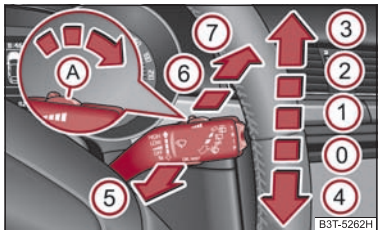

Fig. 64 Maneta de acționare a ștergătoarelor de parbriz
Maneta de acționare a ștergătoarelor ⇒ fig. 64 are următoarele poziții:
- Când ștergătoarele funcționează încet ② ⇒ pagina 71, fig. 64 sau rapid ③ și viteza de deplasare a autovehiculului se reduce sub 4 km/h, se va comuta automat pe o treaptă imediat inferioară de ștergere. La creșterea vitezei peste 8 km/h se va relua ștergerea existentă anterior.
Când maneta ștergătoarelor de parbriz se află în poziția ② ⇒ pagina 71, fig. 64, respectiv ③, la o viteză mai mare de 5 km/h, se va produce o ștergere a lunetei, la fiecare 30 secunde, respectiv 10 secunde.
- Apăsați de cinci ori succesiv în interval de 5 secunde, maneta de operare în poziția ⑥ ⇒ pagina 71, fig. 64.
Pentru spălarea farurilor, după fiecare prima și a cincea spălare a parbrizului se vor spăla și farurile; pentru aceasta farurile trebuie să fie aprinse și maneta de acționare a ștergătoarelor de parbriz trebuie să fie menținută cca. 1 secundă în poziția ⑤ ⇒ pagina 71, fig. 64.
- Apăsați apoi în interval de 10 secunde maneta ștergătoarelor în poziția ④ ⇒ pagina 71, fig. 64 - brațele ștergătoarelor adoptă poziția de service.